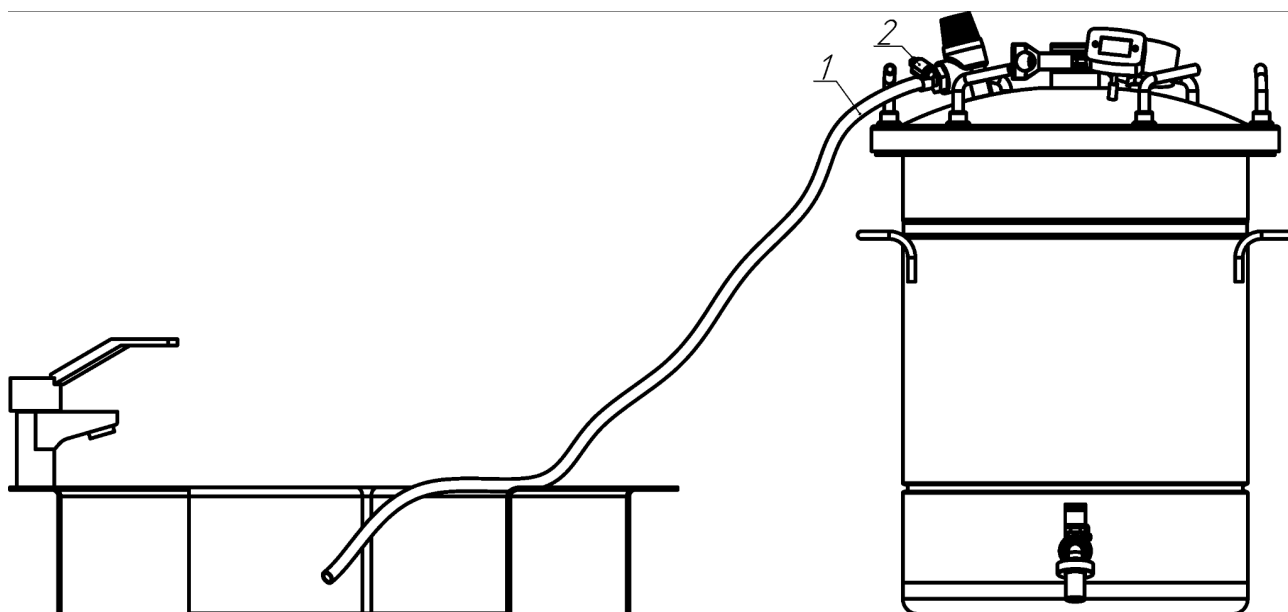

Рисунок 2 — Установка шланга для для выхода избыточного давления (горячего пара) из автоклава
- установить в верхнюю часть бака силиконовую прокладку (6);
- накрыть автоклав крышкой (5) и плотно зафиксировать её с помощью винтов (16) (6 шт.);
- на штуцере «ёлочка» клапана сброса избыточного давления (11) с помощью хомута зафиксировать шланг;
- с помощью шланга соединить штуцер с термостойкой емкостью (кухонная раковина, иные металлические ёмкости, термостойкий пластик и т.п.) (Рисунок 2).